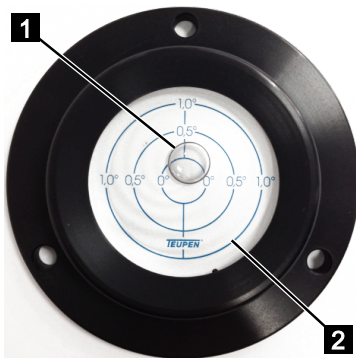

Abb. 94
6. Das Chassis durch Ausrichten der Stützen nach der Dosenlibelle (Abb.94) in waagerechte Position bringen. Die Blase (Abb.94/1) der Dosenlibelle muss sich innerhalb des 1°-Kreises (Abb.94/2) befinden.